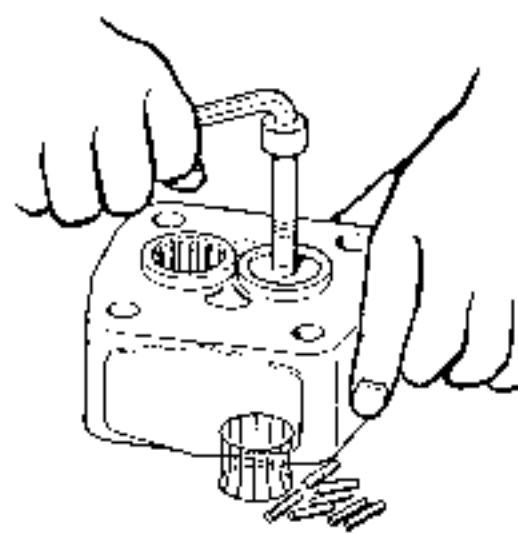
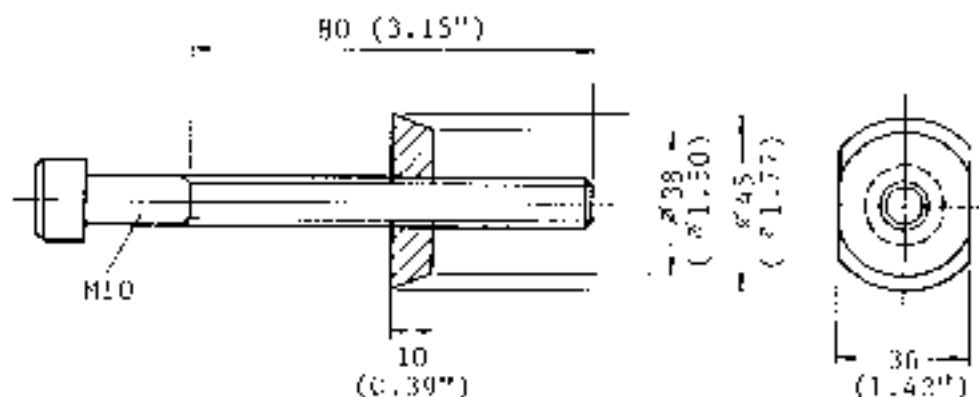

Fig. 14
Fig. 15
14. Jack up the bearing outer race to remove as shown in Fig. 14, with a special tool made in accordance with Fig. 15.
14. ニードル、保持器を外した後、Fig. 14の様によくアリング外輪をジャッキアップして抜く。
工具はFig. 15の様な治具を作成して下さい。